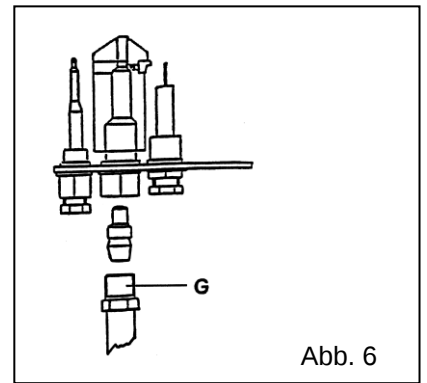

Abb. 6
5.2.1 Wachflammenbrenner (Abb. 6)